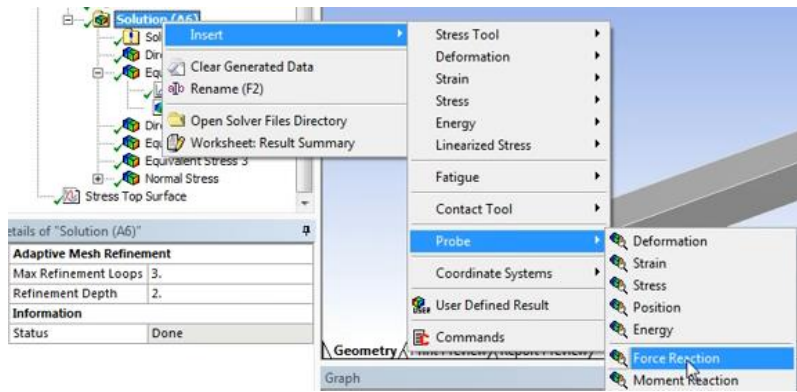

Рис. 28.
*Outline* → *Solution (A6)* → *Insert* → *Probe* → *Force reaction* (рис. 28)